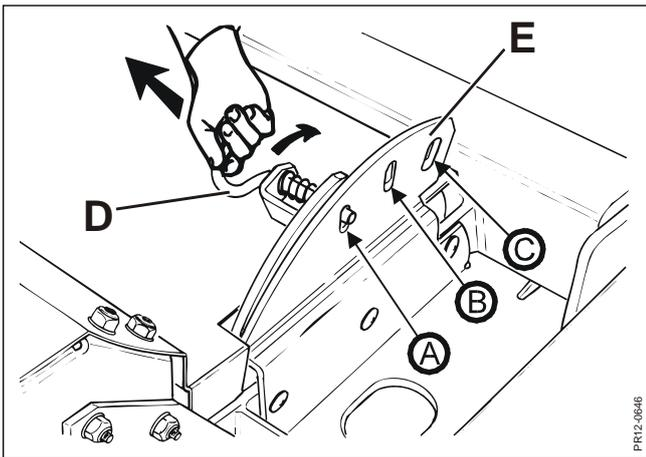

Fig. 3-17
Fig. 3-17 Il sistema opera con la manovella **D** che può assumere tre posizioni sulla piastra **E**. La distanza della piastra condizionatrice dal rotore varia spostando la manovella **D** su uno degli altri fori sulla piastra **E**. Se la manovella è in posizione. (A), la distanza tra la piastra condizionatrice ed i flagelli è corta, in pos. (B), la distanza è media e in posizione (C) la distanza è lunga.